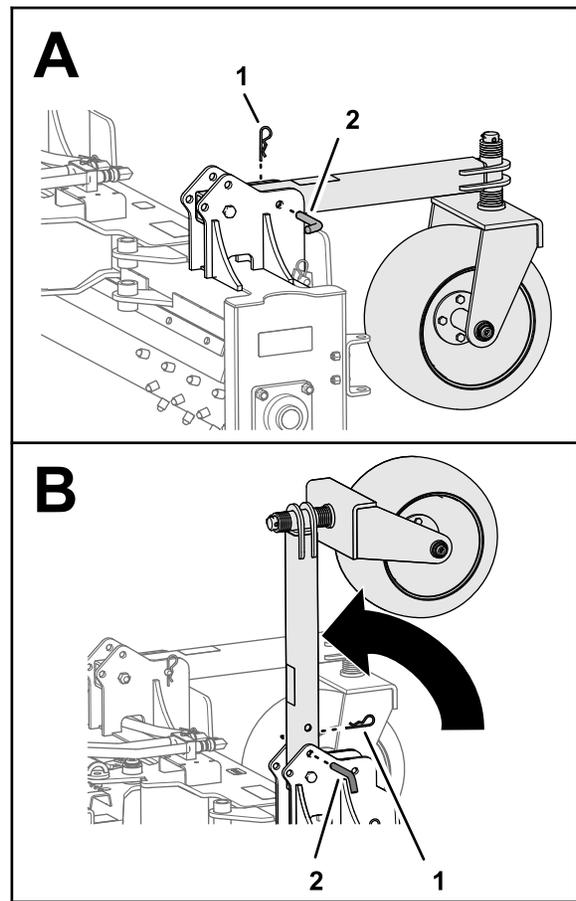

Figura 11
3. Retire el pasador y la chaveta (Figura 11).
4. Gire la rueda giratoria a la posición de almacenamiento, como se muestra en la Figura 11.
5. Sujete la rueda giratoria con el pasador y la chaveta (Figura 11).